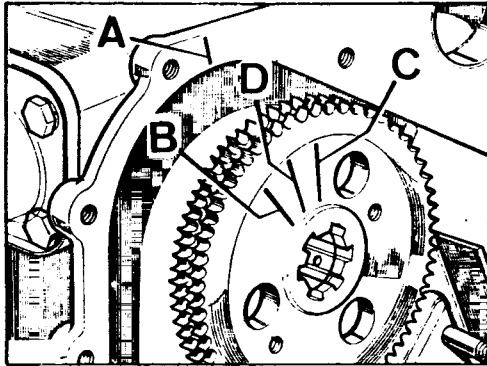

Fig. A1-H Puesta a punto de la distribución
- 4.9. Formar el conjunto tensor hidráulico con el émbolo y caja, A (Fig. A1-F), el muelle, C, el cilindro, G, y el piñón loco, H.
- 4.10. Situar el conjunto sobre el motor, encajando la caja del pistón sobre las espigas, A (Fig. A1-I) y la guía del cilindro en la ranura, B.